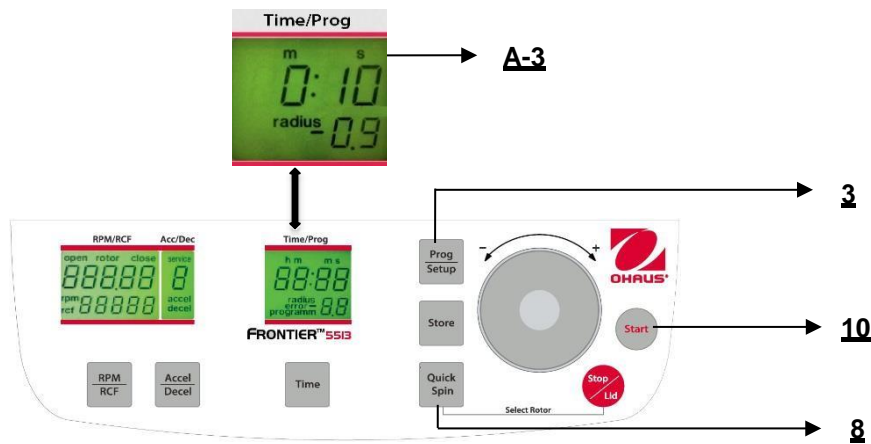

Abbildung. 23
Sie können die Zentrifuge entweder mit der Taste **"Start"** (10) (siehe Abbildung 23) oder der Taste **"Quick Spin"** (8) starten.